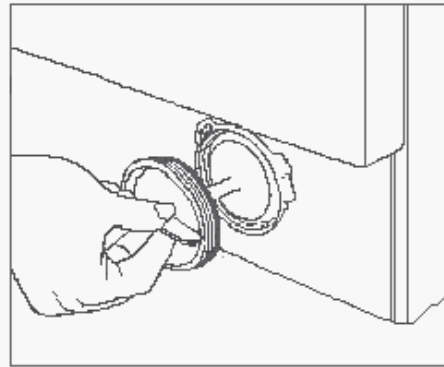

Fig.13
- Dévissez le filtre en tournant dans le sens inverse des aiguilles d'une montre et vidangez (Fig.13).